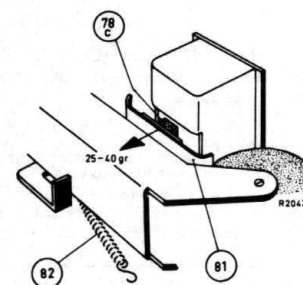

Fig. 27
- De kracht waarmee het aandrukvilt tegen de opname/weergavekop drukt, moet 25-40 gr. bedragen, zie fig. 27. Dit is in te stellen met trekveer 82, door deze in te korten of iets uit te rekken.